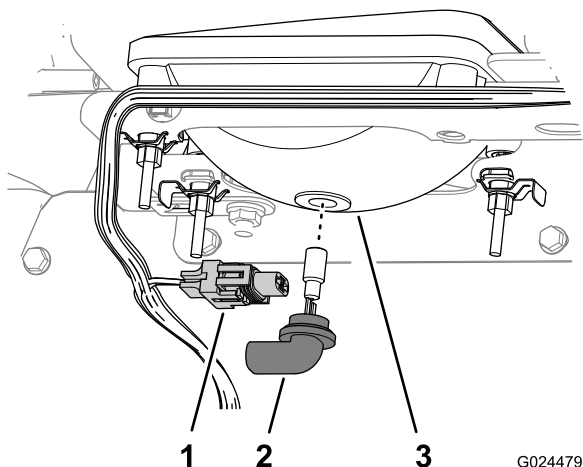

Рисунок 40
3. Отсоедините электрический разъем жгута проводки от разъема на лампе в задней части корпуса фары (Рисунок 40).
4. Поверните лампу в сборе на 1/4 оборота против часовой стрелки и одновременно перемещайте ее назад, чтобы извлечь из корпуса фары (Рисунок 40).
5. Вставьте новую лампу в сборе и корпус фары, совместите выступы в лампе с пазами в корпусе фары (Рисунок 40).
6. Закрепите лампу в сборе, повернув ее на 1/4 оборота по часовой стрелке (Рисунок 40).
7. Подсоедините электрический разъем жгута к разъему нового узла лампы (Рисунок 40).